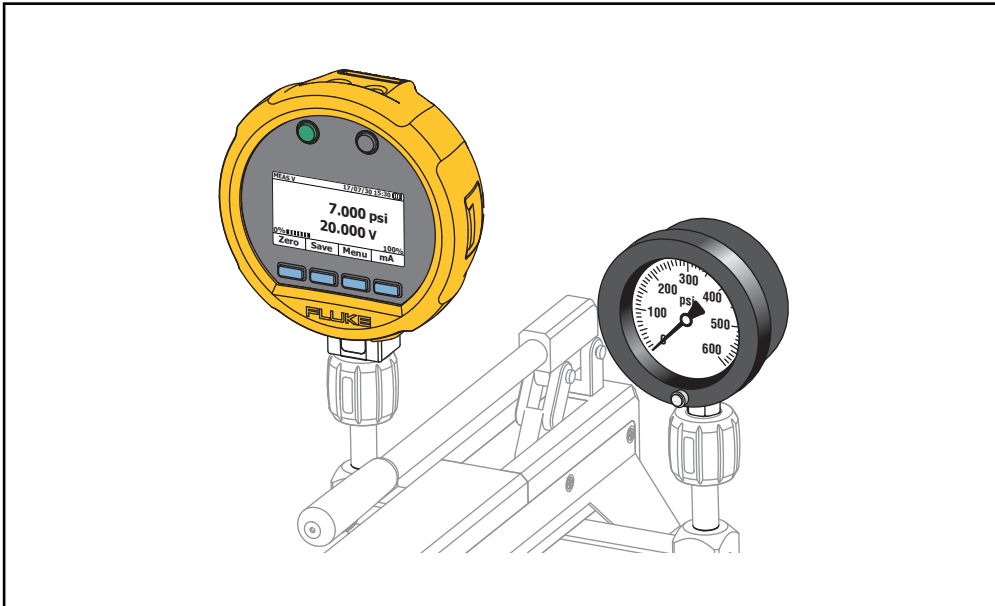

图 1. 带泵和压力计的产品设置
2. 将本产品的压力端口连接至经认可的泵的输出端。请参见图 1。
3. 连接一个装置以测试泵的另一输出端。请参见图 1。